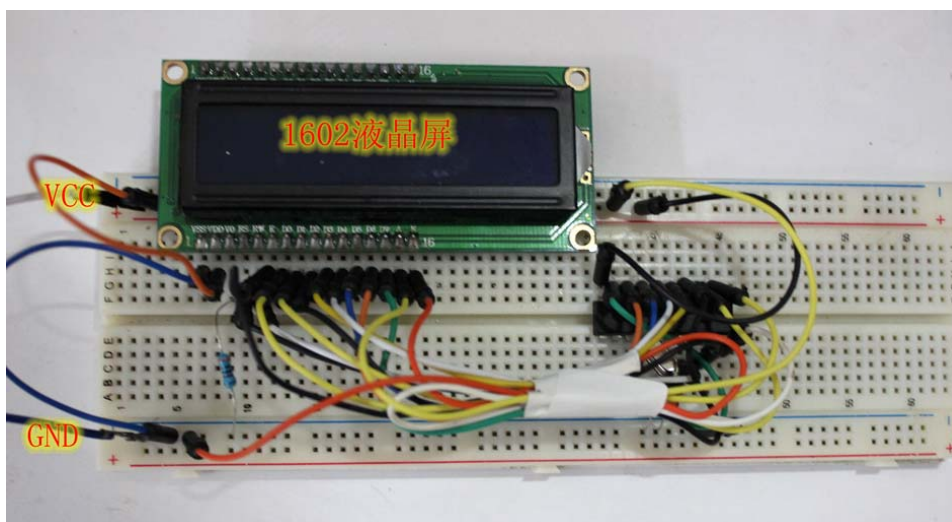

图 1-57 1602 液晶屏实验硬件环境图
- 根据原理图把我们的硬件环境搭建起来, 如下图 1-57 1602 液晶屏实验硬件环境图: